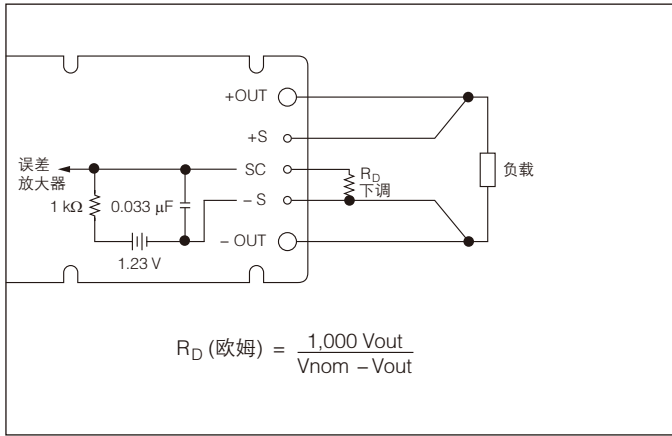

图 2-12a — 输出电压下调电路 (全型/小型模块)
**下调** 模块**不是**恒定功率的元件；具有恒定的电流限制。因此，下调输出电压时，输出功率会按相同百分比减少。切勿超出最大额定输出电流。下调电阻器必须与 -S 引脚相连（微型模块上的 -OUT 引脚）。（图 2-12a 和 2-12b）